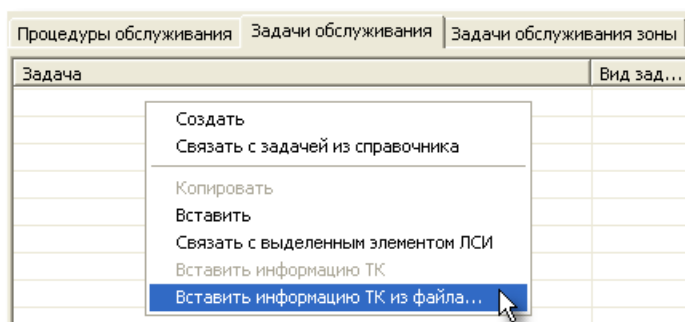

Рис. 2-69
4. В контекстном меню, вызванном на вкладке **Задачи обслуживания**, выберите пункт **Вставить информацию ТК из файла...** (рис. 2-69).